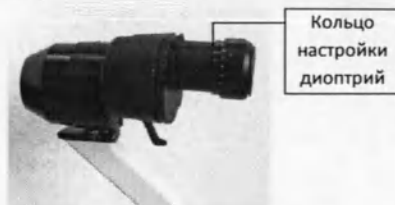

Рис. 3.1.4
Фокус микроскопа откалиброван под эмметропию (нормальное зрение). В случае если оператор обладает аметропией, следует подстроить диоптрии окуляров (Рис. 3.1.4). Рекомендуется следующая последовательность действий:
- Сперва, вращайте кольцо настройки диоптрий против часовой стрелки до упора (Рис. 3.1.4).